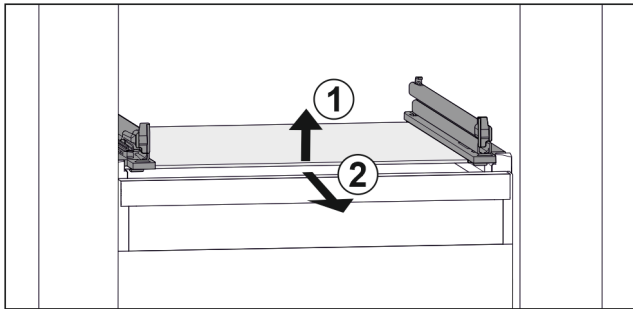

Fig. 38 Приблизне відображення скляної пластини
- ▶ Підняти скляну пластину спереду. Fig. 38 (1)
- ▶ Вийняти скляну пластину рухом вперед. Fig. 38 (2)